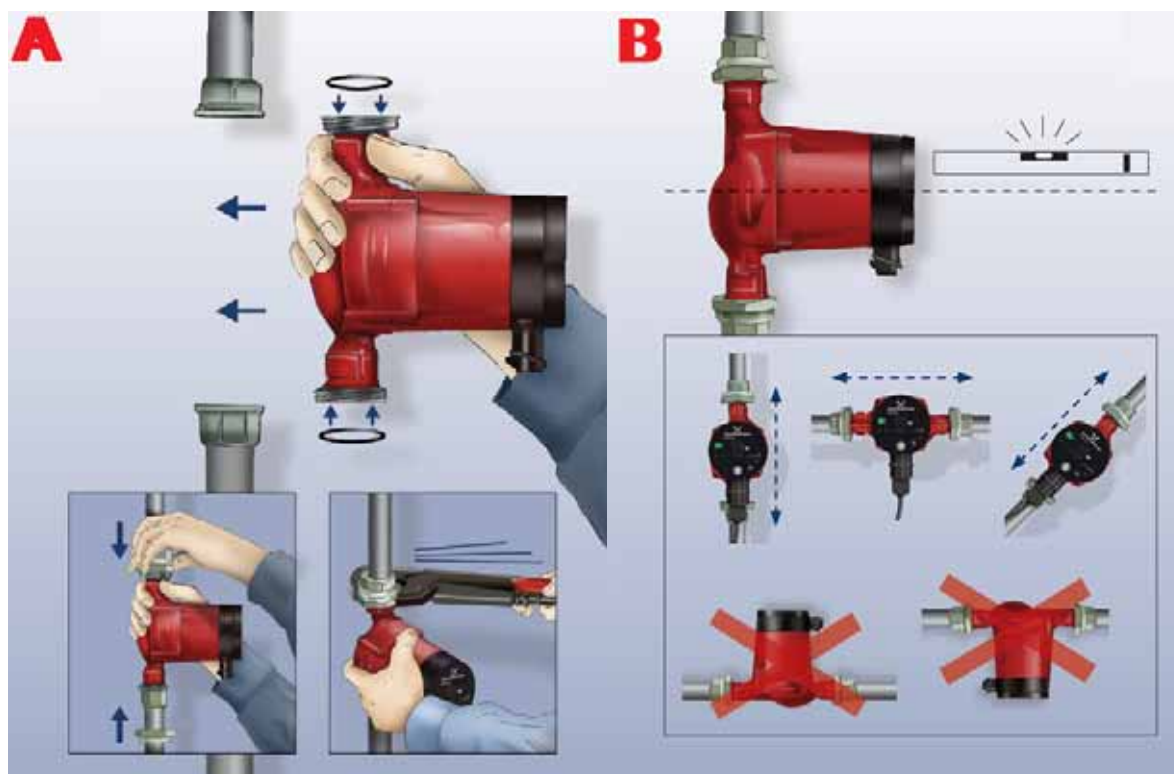

Fig. 3 Montering af GRUNDFOS ALPHA2
1. Montér de to medfølgende pakninger når pumpen monteres i rørstrengen. Se fig. 3, pos. A.
2. Montér pumpen med motorakselen i vandret stilling. Se fig. 3, pos. B.